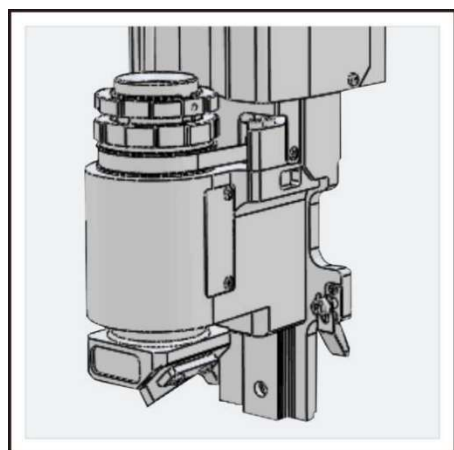

Рис. 26
- Установка инструмента завершена (рисунок 26). Встряхните косо́й револьвер руками, чтобы убедиться в отсутствии зазоров и явлений тряски, что установка выполнена правильно. Обратите особое внимание на лезвие, чтобы оно не порезало руки.